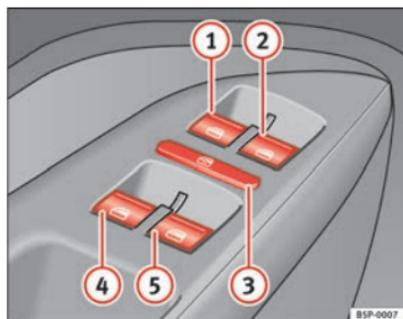

Fig. 67 Détail de la porte du conducteur : commandes pour les glaces avant et arrière
Les boutons ⇒ page 114, fig. 67 ① et ② disposent de deux positions pour l'ouverture des glaces et de deux autres pour leur fermeture. Il est ainsi plus simple de contrôler les processus d'ouverture et de fermeture.